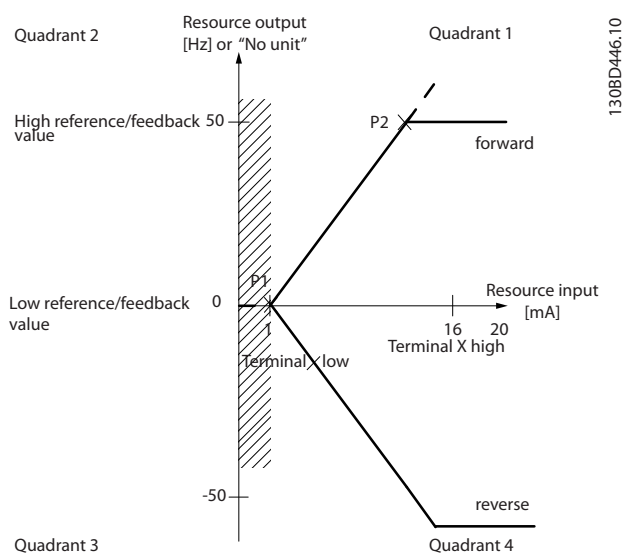

Рисунок 2.21 Размер зоны нечувствительности
- Установите значение либо минимального (соответствующий параметр см. в Таблица 2.3), либо максимального задания равным 0. Другими словами, P1 или P2 должны находиться на оси X в Рисунок 2.21.
Размер зоны нечувствительности определяется либо точкой P1, либо точкой P2, как показано на Рисунок 2.21.